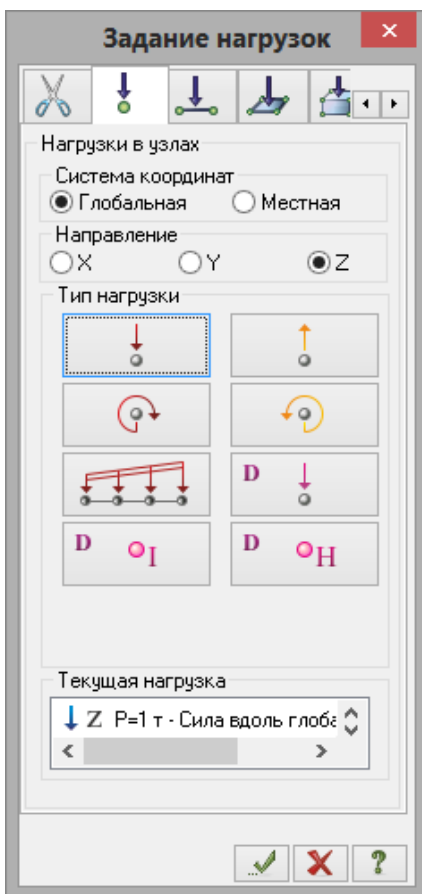

Рис.2.15. Диалоговое окно **Задание нагрузок**
- Вызовите диалоговое окно **Задание нагрузок** на закладке **Нагрузки в узлах** (рис.2.15) выбрав команду  – **Нагрузка на узлы** в раскрывающемся списке **Нагрузки на узлы и элементы** (панель **Нагрузки** на вкладке **Создание и редактирование**).
- В диалоговом окне **Задание нагрузок** (рис.2.15) перейдите на закладку **Нагрузки на пластины** (по умолчанию указана система координат **Глобальная**, направление – вдоль оси **Z**).